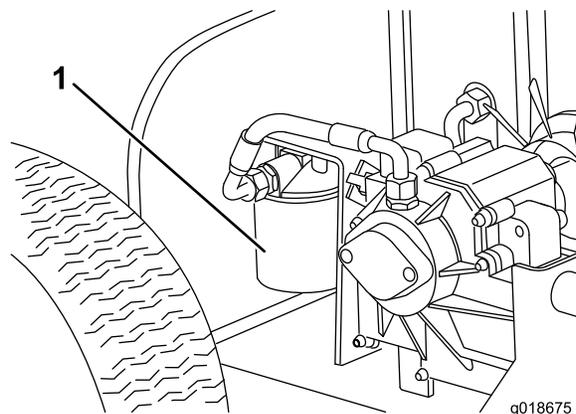

Figure 20
4. Nettoyez la zone autour de la surface de montage du filtre (Figure 20). Placez un bac de vidange sous le filtre et enlevez le filtre.